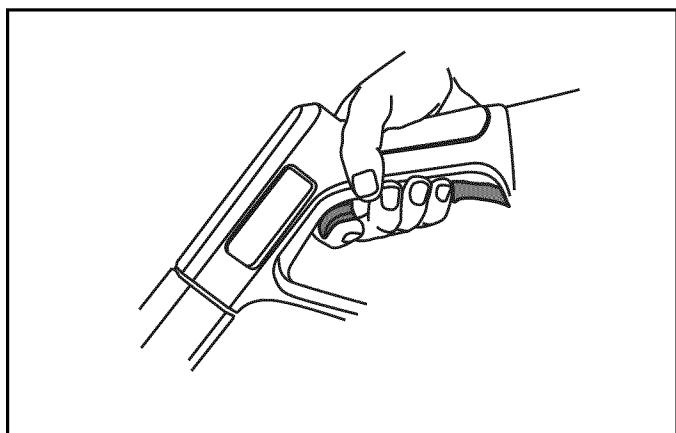

Figura 4-16. Apriete del gatillo
7. Conecte el agua y apriete el gatillo para purgar de aire el sistema de la bomba (Figura 4-16).